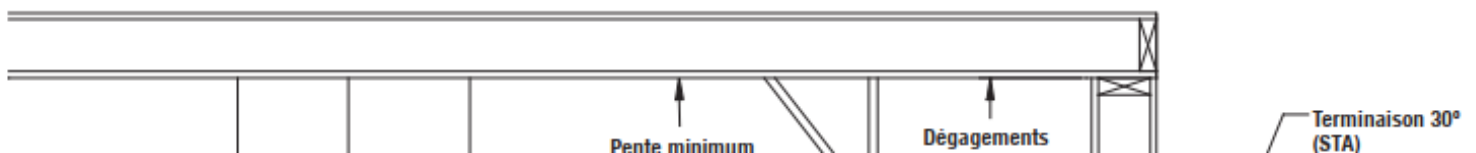

Figure 5- Installation horizontale
- N'oubliez pas que si vous soulevez l'appareil ou abaissez le plafond, vous devez régler la pente de l'évent pour maintenir un minimum de 1/4 po par pied. Voir les figures 5 et 26.